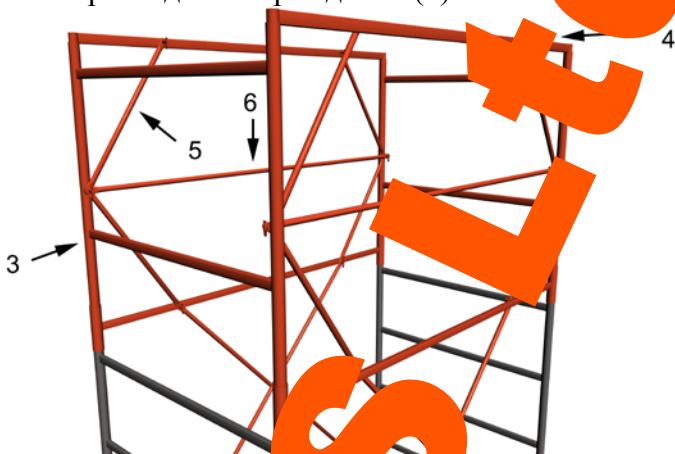

Рис.3
3.2. Сборка ограждения и установка настилов (Рис. 3,4).